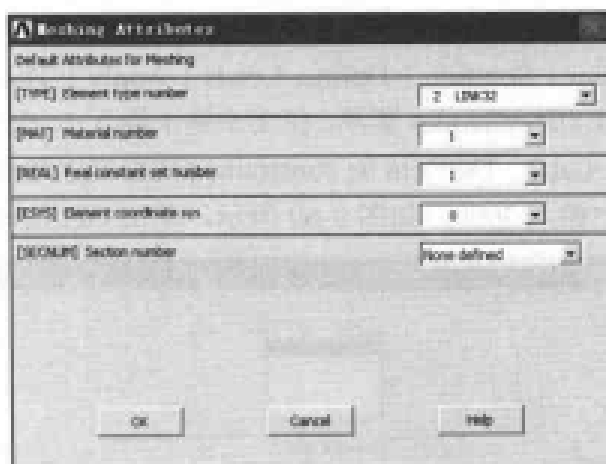

图 9-68 网格划分属性设置对话框
(7) 选择 Main Menu | Preprocessor | Meshing | Mesh Attributes | Default Attrbts 命令, 出现 Meshing Attributes 对话框, 在 [TYPE] Element type number 下拉列表框中选择 2 LINK32 选项, 在 [MAT] Material number 下拉列表框中选择 1, 其余选项均采用默认设置, 如图 9-68 所示, 单击 OK 按钮关闭该对话框。